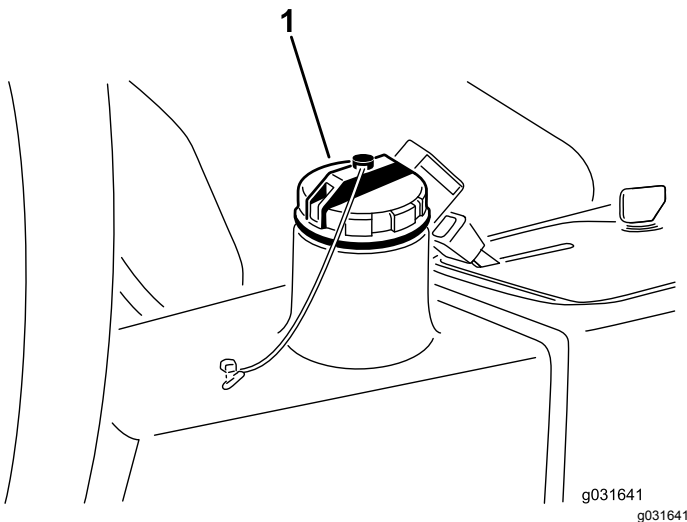

Figure 67
4. Versez environ 13,2 litres de liquide hydraulique dans le réservoir (Figure 67) ; voir Liquides hydrauliques spécifiés (page 54) et Contrôle du niveau de liquide hydraulique (page 55).